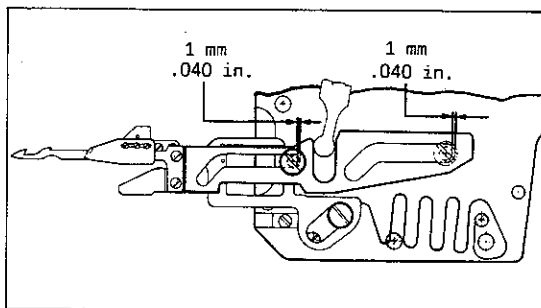

Fig.49
After making this setting check with needles in up position and lower knife swung to its left end position the distance at the right ends of slots (C). The distance should be at least 1 mm (.040 in.) (see Fig. 49).
Zur Einstellung entfernen Sie die Sicherungsscheibe (D), drücken den Mitnehmer (E) nach unten, drehen den Mitnehmerbolzen (F) entsprechend ein oder aus und Koppeln am Hebel wieder an. Überprüfen Sie nach dieser Einstellung bei obenstehenden Nadeln und in die linke Endstellung geschwenktem Untermesser den Abstand an den rechten Enden der Schlitze (C). Der Abstand muß mindestens 1 mm betragen (siehe Fig. 49).